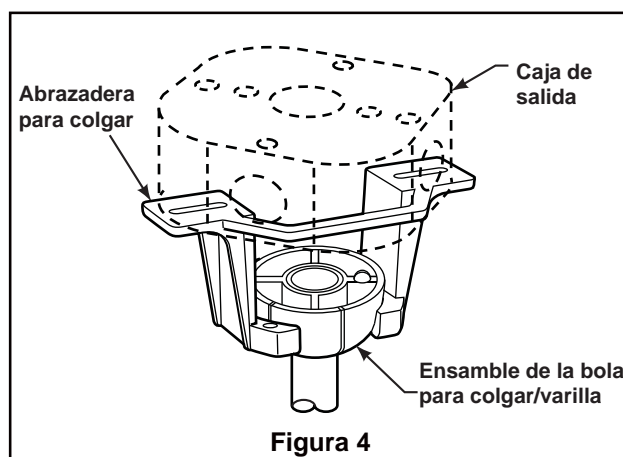

Figura 4
4. Enrosque el soporte de la varilla y alinee los orificios de la clavija de horquilla en ambas piezas. Instale la clavija de horquilla y asegúrela con la pinza de horquilla. Fije los dos tornillos de presión y las tuercas de seguridad en el soporte de la varilla interior. (Figura 4)
2. Levante cuidadosamente el ventilador y coloque el ensamble de la bola para colgar/varilla en la abrazadera para colgar que acaba de fijar a la caja de salida. Asegúrese de que la ranura de la bola esté alineada con la lengüeta de la abrazadera para colgar. (Figura 4)
3. Una vez realizadas las conexiones, gire los conductores hacia arriba y, con cuidado, colóquelos dentro de la caja de salida; con los conductores blancos y verdes hacia un lado y los conductores negros hacia el otro. (Figura 4)
- 4.** Si desea instalar el kit de iluminación, sátese este paso. Instale la cubierta del cable del kit de iluminación en el ensamble de la placa de iluminación usando las dos ranuras con clave. Sustituya el tornillo extraído y fije bien los tres tornillos. (Figura 4)
4. Para configurar el código del mando a distancia, Mueva los interruptores de código hasta colocar el código de selección en la posición arriba o abajo. Con un destornillador pequeño o con una lapicera (no se incluye) deslice firmemente hacia arriba o hacia abajo. (Figura 4)